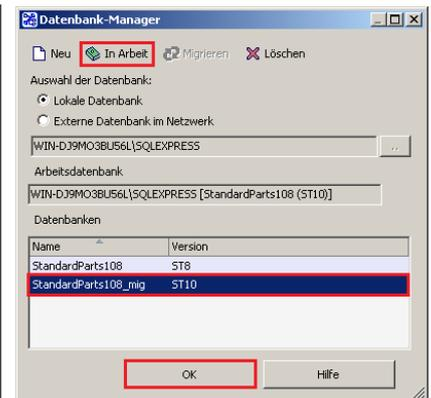

Abbildung 32
- 8.3. Nach Abschluss der Migration sehen Sie in der Spalte Version, dass sich der Versionsstand der Datenbank auf die aktuelle Version (hier ST10) geändert hat (Abb. 32).
- 8.4. Wählen Sie die soeben migrierte Datenbank und legen diese mit einem Klick auf den Button „Arbeitsdatenbank“ als solche fest und bestätigen die Änderungen mit einem Klick auf „OK“ (Abb. 32).